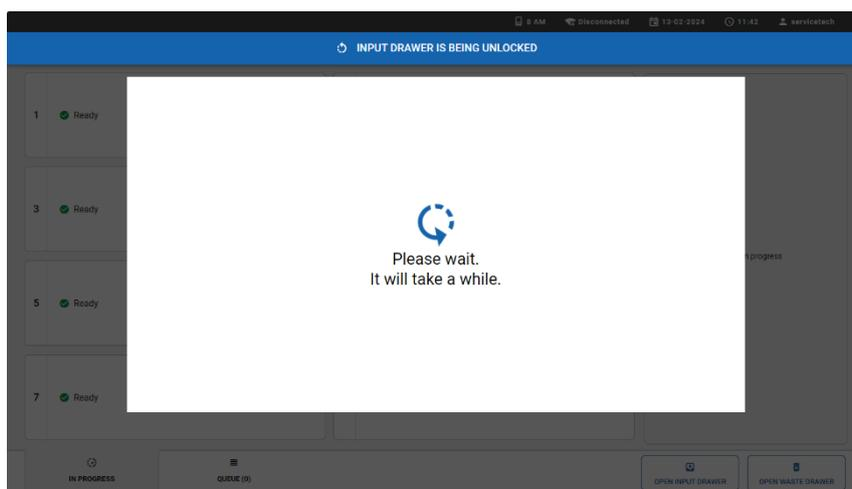

Figura 12. Caixa de diálogo Input drawer waiting (Aguardando gaveta de entrada).
4. Aguarde até que a gaveta seja destravada (Figura 12).